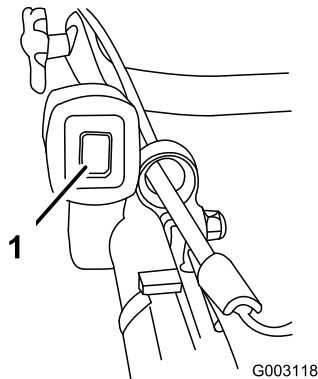

Figura 14
1. Ponga el interruptor de encendido en la posición de Encendido (I) (Figura 14).